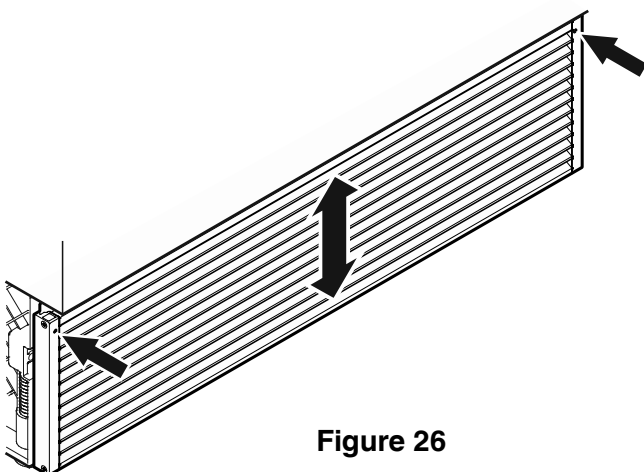

Figure 26
8. Régler la hauteur de la grille de ventilation (**Figure 26**).